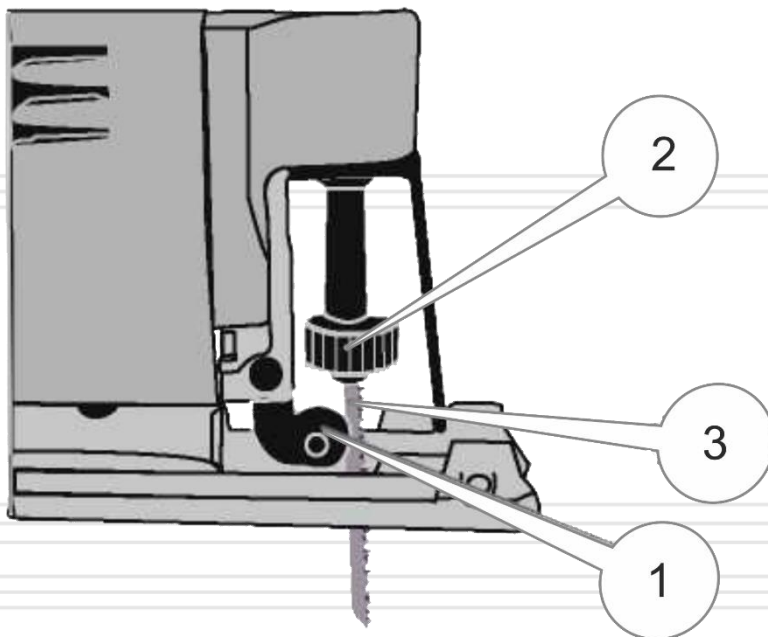

Рисунок 2. Схема встановлення та вилучення ріжучого полотна.
5.1.3 Встановлення та вилучення ріжучого полотна (Рис. 2, 3).
Завдяки тому, що дана модель обладнана системою без ключового тримача ріжучого полотна (3, рис.2), алгоритм його встановлення дуже простий. Поверніть важіль на штоку (2, рис.2), вставте полотно, відпустіть важіль і легким зусиллям посуньте полотно в затиск. Переконайтеся, що ріжуче полотно надійно зафіксовано в тримачі.